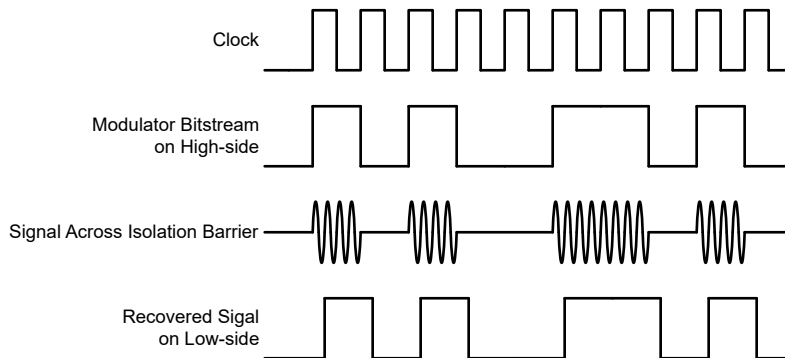

图 6-3. 基于 OOK 的调制方案
AMC3306M05-Q1 使用开关键控 (OOK) 调制方案（如图 6-3 所示），跨过基于 SiO_2 的隔离栅来传输调制器输出位流。功能方框图中所示的发送驱动器 (TX) 跨过隔离栅发送一个内部生成的高频载波来表示数字一，而 TX 不发送信号则表示数字零。AMC3306M05-Q1 内使用的载波标称频率为 480MHz。